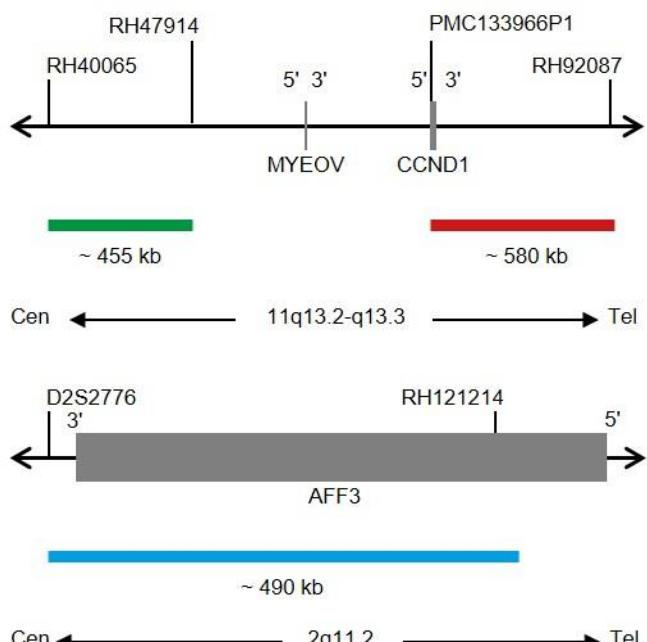

Fig. 1: Cima: SPEC CCND1 Mapa da sonda; Baixo: SPEC 2q11 Mapa da sonda (sem escala)
- Polinucleótidos (~10 ng/μl) com marcação ZyGreen (excitação 503 nm/emissão 528 nm), dirigidos ao mapeamento de sequências alvo em 11q13.2-q13.3* (chr11:68,249,010-68,705,283) proximais ao ponto de quebra do gene CCND1 (ver Fig. 1).
- Polinucleótidos (~4.5 ng/μl) com marcação ZyRed (excitação 580 nm/emissão 599 nm), dirigidos ao mapeamento de sequências alvo em 11q13.3* (chr11:69,453,301-70,031,240) distais ao ponto de quebra do gene CCND1 (ver Fig. 1).
- Polinucleótidos (~37 ng/μl) com marcação ZyBlue (excitação 418 nm/emissão 467 nm), dirigidos ao mapeamento de sequências alvo em 2q11.2* (chr2:100,132,806-100,621,725) (ver Fig. 1).